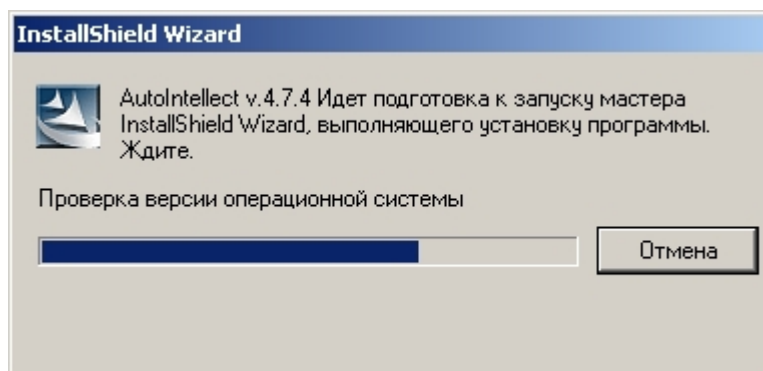

Рис. 22. Окно удаления установленных подсистем и обновлений
**Шаг 2.** Запускается процесс деинсталляции и открывается диалоговое окно удаления установленных подсистем и обновлений (см. Рис. 22). Удаление происходит в фоновом режиме.